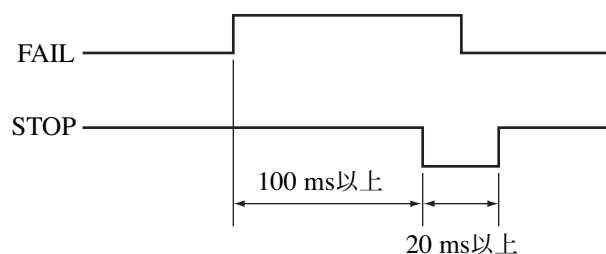

図 6-5 STOP 信号のタイミング
- ・ FAIL 状態を解除するための STOP 信号のタイミングは図 6-5 のように、FAIL 信号が発生して 100 ms 以上経過してから、20 ms 以上の STOP 信号を送ってください。